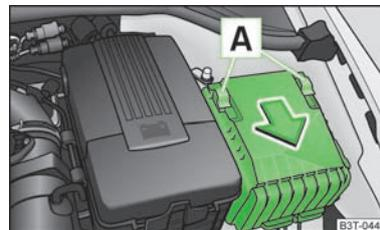

Fig. 188
- Para retirar a tampa da caixa de fusíveis, desloque o gancho de segurança **A** » Fig. 188 para a frente, até ao batente. Atrás do gancho visualiza o símbolo **A**. Agora já pode retirar a tampa.